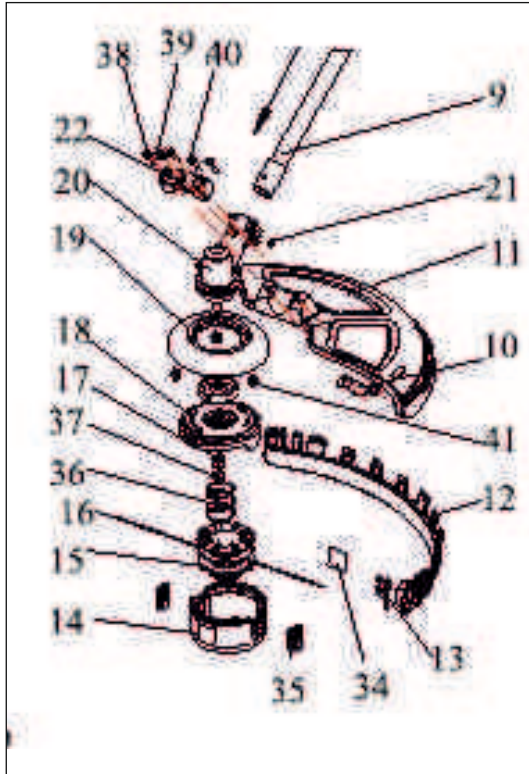

Рис. 6
- Установите защитный кожух для работы леской (рис.6. поз.10) на редуктор (рис.6. поз.20)
- С помощью кронштейна (рис.6. поз.22) и винтов (рис.6. поз.38,39,40), закрепите кожух на редукторе (рис.6. поз.20)